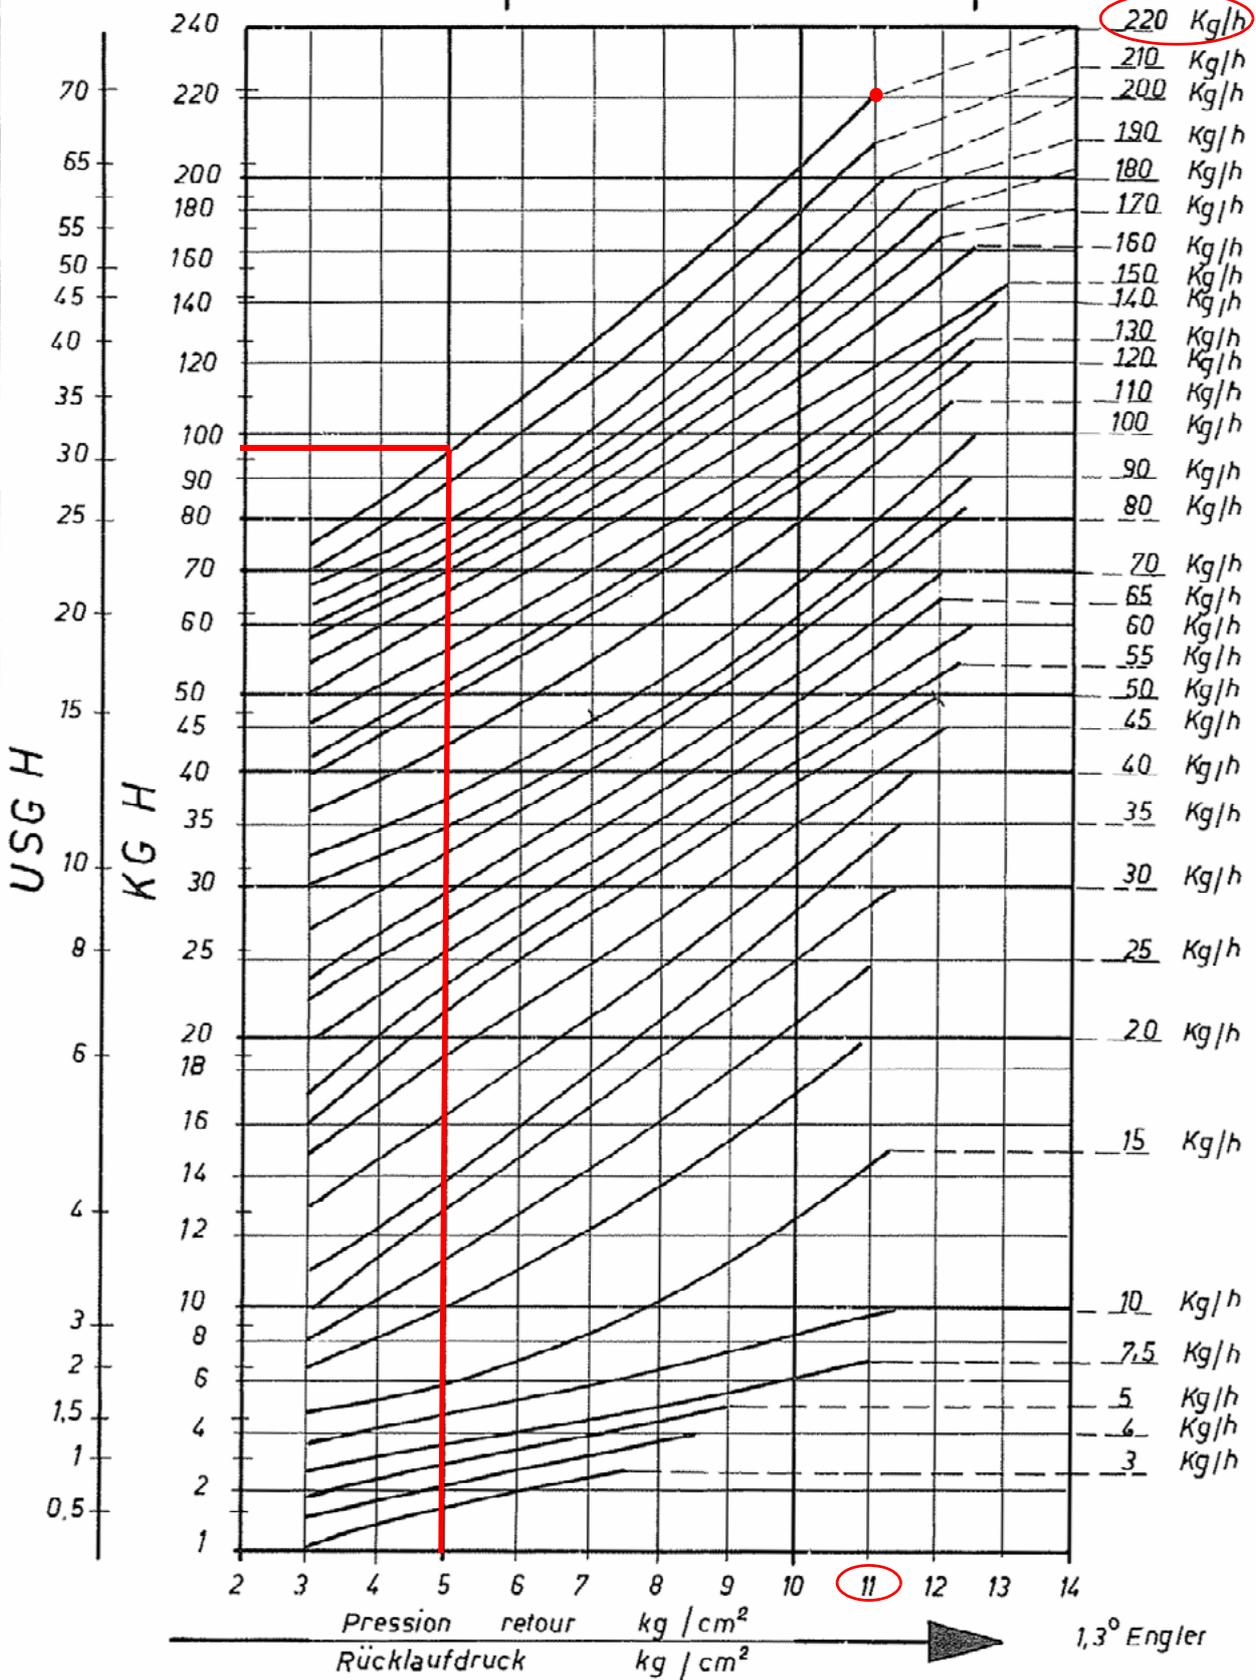

Рис. 21
Расход дизельного топлива регулируется за счет выбора форсунки (противопоточного типа), соответствующего мощности котла и типу применения размера, а также регулировки давления на прямом и обратном ходе жидкого топлива, согласно данных, указанных в таблице и на графике на Рис. 21 (для считывания давления - читайте последующие параграфы).
Пример : 80% номинального расхода на форсунке можно получить, если установлены форсунки с расходом более 100 кг/час, при давлении на обратном ходе примерно равном 18 бар (см. график на Рис. 21).
- Давление питания форсунки уже отрегулировано заранее на заводе-изготовителе и не должно изменяться. Только в случае необходимости, отрегулировать давление питания (см. соответствующий параграф) следующим образом: установить манометр в положение, указанное на Рис. 23, воздействовать на регулировочный винт **VR** насоса (см. Рис. 22) до получения на форсунке давления в 25 бар (форсунки Fluidics - см. график на Рис. 21);